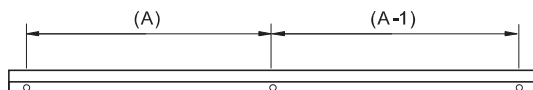

Fig. 1
1.2 Après avoir choisi la position de l'armoire de toilette, vérifiez que le mur est solide, mesurez la distance entre les trous (A, A-1) dans la baguette en aluminium à l'aide d'un mètre ruban et marquez cette distance sur le mur à l'aide d'un crayon (fig. 1).